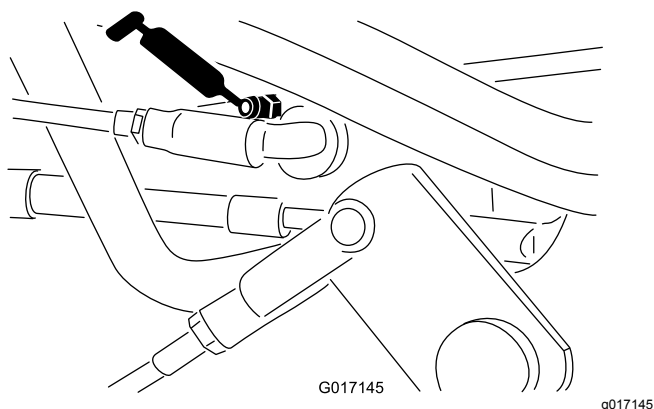

Figura 44
- Tiranteria del selettore di velocità (Figura 43 e Figura 44)